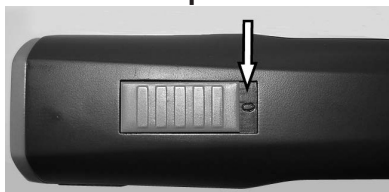

Fig. 4 Interrupteur position arrêt (« 0 »)
1. Mettez l'interrupteur à la position arrêt « 0 » (Fig. 4).